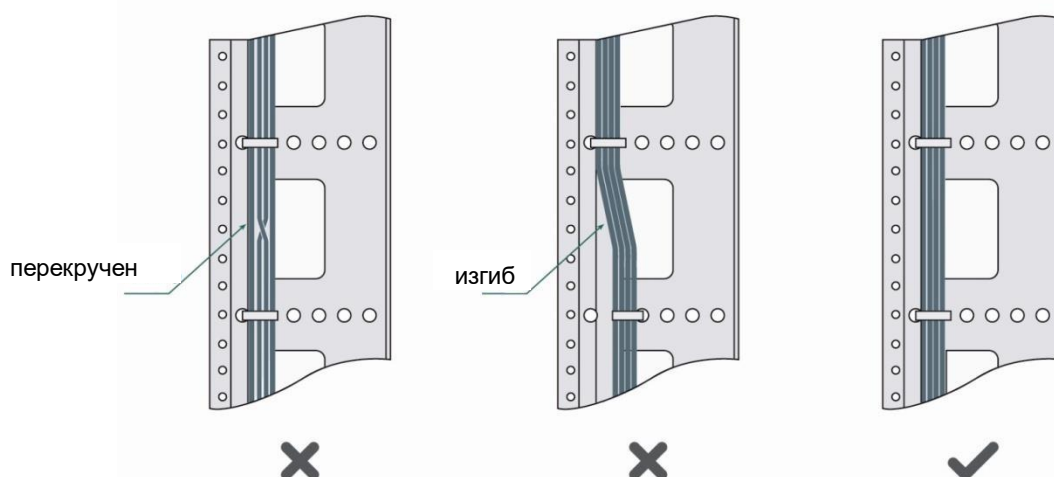

Рисунок 20. Стяжка проводов (1)
- Кабели должны быть аккуратно и правильно стянуты (Рисунок 20).